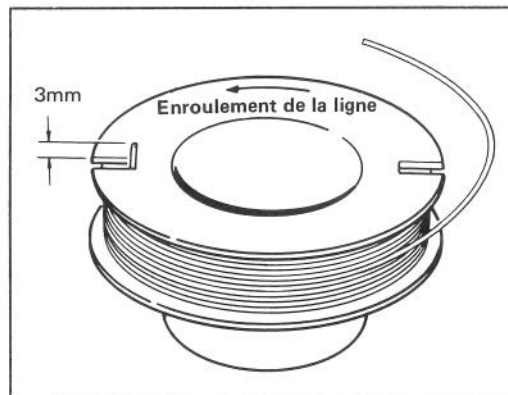

Figure 15
A. Agrafez un bout du fil dans l'encoche située sur la bobine en ne laissant dépasser que 1/8 de pouce au plus. Enroulez le fil autour de la bobine dans le sens des flèches figurant sur la bobine, en rangs uniformes entre les rebords de la bobine comme indiqué (Fig. 15).